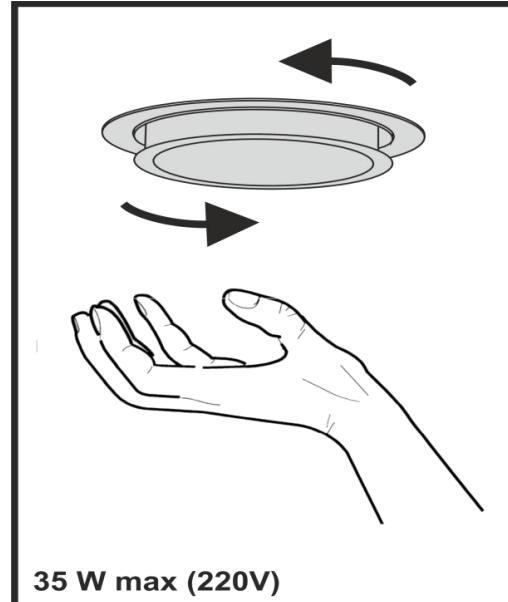

Рис.8
7.12 На вытяжке установлении галогенные лампы подсветки рабочей зоны плиты. Перед началом замены ламп освещения необходимо отключить вытяжку от электросети, дать возможность охладиться лампам. Для замены лампы необходимо снять фильтры, отжать держателя патрона на себя, чтобы лампа вышла из корпуса вытяжки, удерживая держателя патрона, слегка надавить на лампу в направлении патрона и, повернув ее против часовой стрелки, вынуть (рис.8). Вместо нее необходимо установить новую с теми же характеристиками и установить фильтры.